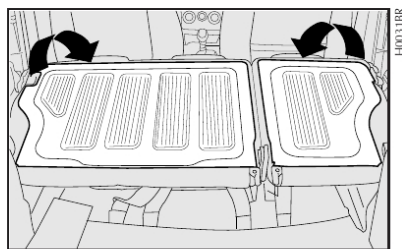

fig. 87
5) Rebater para a frente o encosto, passando os cintos pelos lados, até que este se apoie sobre o assento traseiro fig. 87.